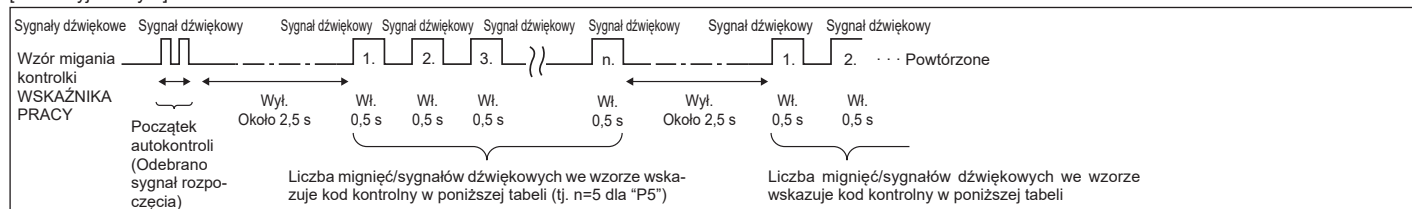

Rys. 7-6
7.3.2. Bezprzewodowy pilot zdalnego sterowania (Rys. 7-6)
■ Autokontrola (Rys. 7-6)
- Nacisnąć przycisk (1), aby wyłączyć klimatyzator.
- Jeśli programator tygodniowy jest włączony (jest wyświetlana ikona), należy nacisnąć przycisk (3), aby go wyłączyć (nie jest wyświetlana ikona).
- Nacisnąć przycisk (2) na 5 sekund.
- Pojawi się ikona (A) i urządzenie przełączy się w tryb autokontroli.
- Nacisnąć przycisk (5), aby wybrać adres czynnika chłodniczego (adres M-NET) (B) jednostki wewnętrznej, dla której ma zostać przeprowadzona autokontrola.
- Nacisnąć przycisk (4).
- Nacisnąć przycisk (1).
- Ikona (A) i adres czynnika chłodniczego (adres M-NET) (B) znikną i autokontrola zostanie zakończona.